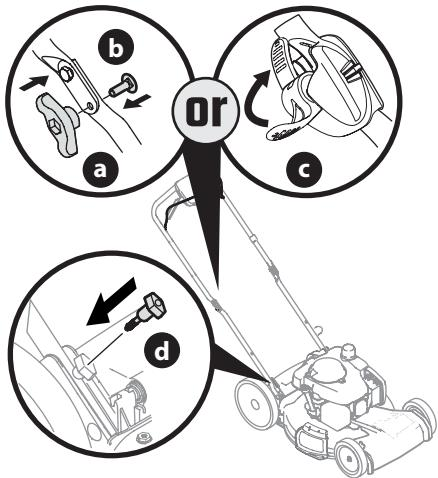

Figure 8
4. Replacez les boutons étoile ou les écrous papillon (a) et les boulons de carrosserie (b) retirés à l'étape 2 dans les trous de la partie inférieure du guidon ou placez les loquets (c) dans la position de verrouillage. Voir Figure 8.
5. Retenez la partie inférieure aux supports du guidon avec les boulons à oreilles (d) retirés à l'étape 2. Voir Figure 8. Serrez bien les boulons pour fixer le guidon.